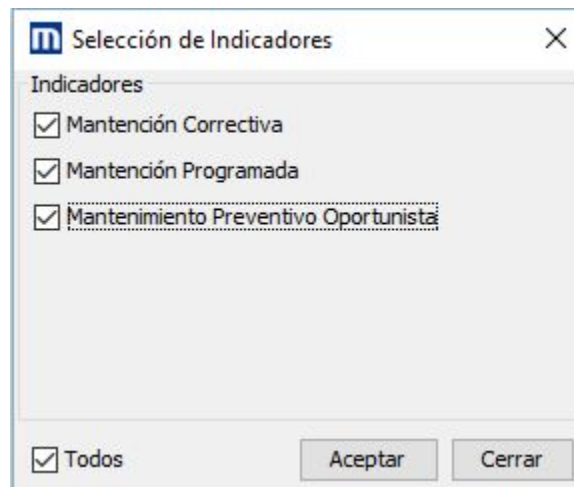

Ilustración 4: Configuración de fechas límites
- Presionar el botón “Configurar” y escoger los tipos de detención deseados (Ver Ilustración 4).